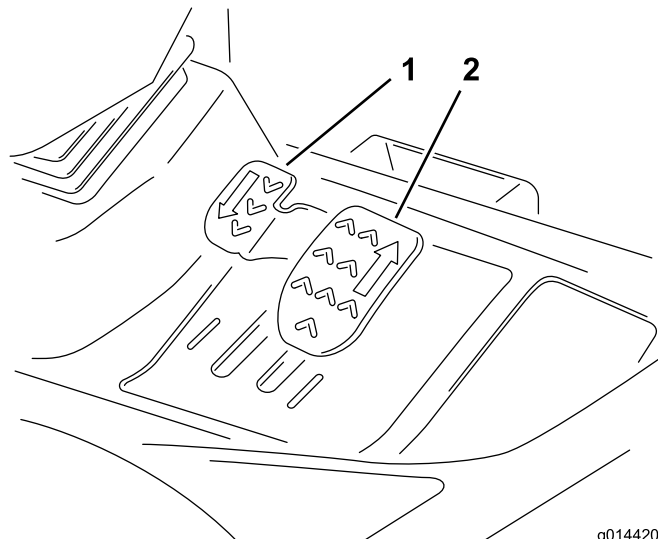

Figura 19
**Trazione di avanzamento:** Premete il pedale di trazione di avanzamento per guidare la macchina in avanti e aumentare la velocità al suolo. Lasciate andare il pedale per ridurre la velocità al suolo (Figura 19).
**Trazione di retromarcia:** Premete il pedale di trazione di retromarcia per guidare la macchina verso dietro e aumentare la velocità al suolo. Lasciate andare il pedale per ridurre la velocità al suolo (Figura 19).